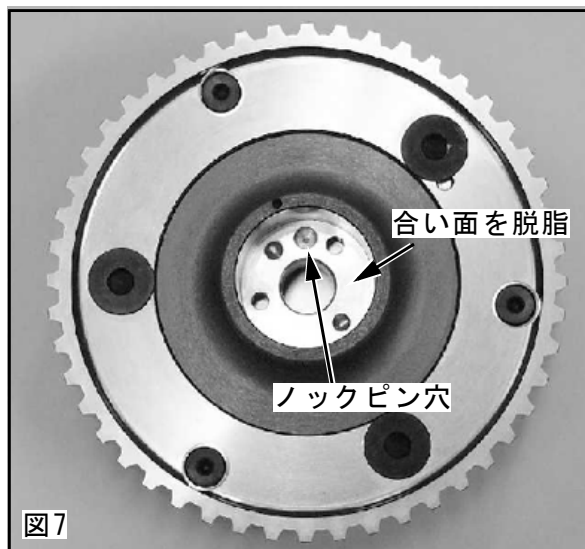

図7
- (1) Vカム端面と可変ユニットの合い面を脱脂してください。
- (2) ノックピンと穴位置を確認し、Vカムに可変ユニットを挿入してください。【図7】